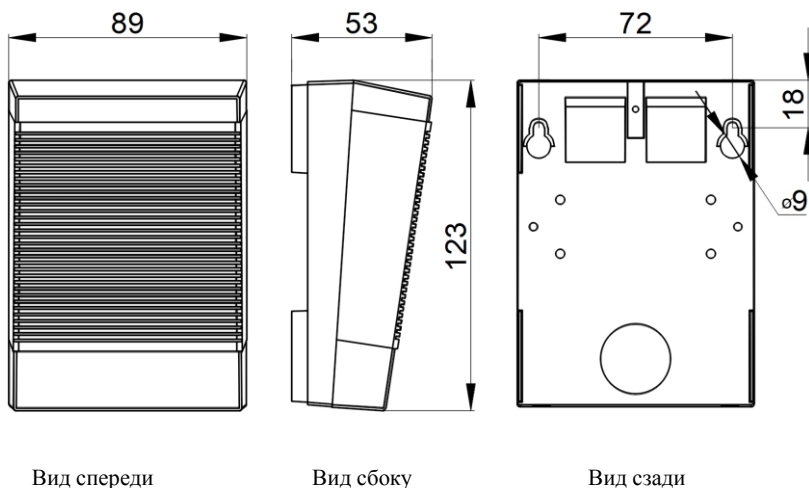

Рис. 1. Внешний вид, габаритные и установочные размеры корпуса оповещателя
Габаритные размеры, мм	см. рисунок 1
- согласно установочным размерам (см. рисунок 1) просверлить в стене отверстия, вставить в них дюбели и вкрутить шурупы;